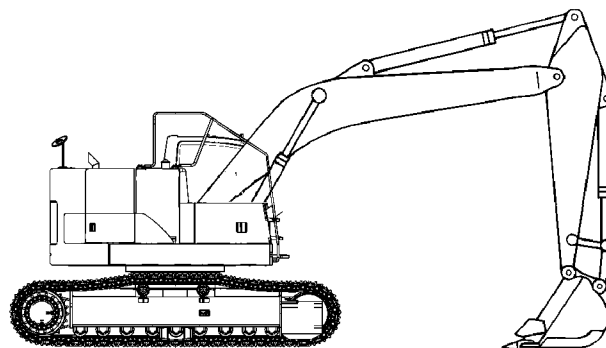

Fig. 385
17. Stil dernæst maskinen med udstyret som vist på fig. 385. Kontrollér maskinen for olielæk.